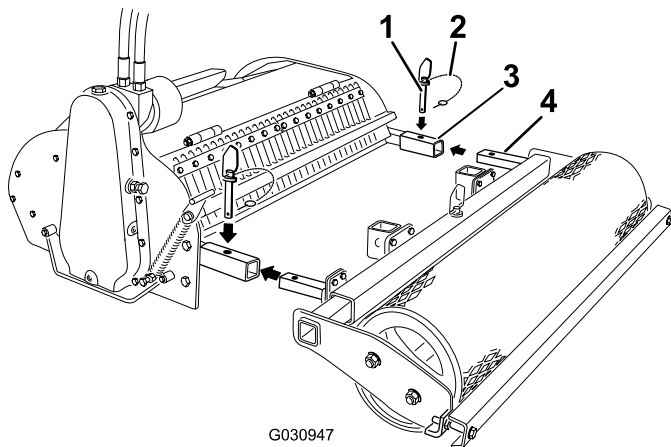

Bild 3
4. Entfernen Sie die Lastösenbolzen des Sprengings von den Dornen (Bild 3).
5. Entfernen Sie die Dorne von den Armen des Bodenaufbereiters (Bild 3).
6. Schieben Sie die Arme der Rolle in die Arme des Bodenaufbereiters und befestigen Sie sie mit den Dornen (Bild 3).